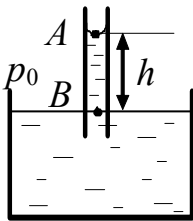

Рисунок 1.1
1.14. Определить высоту поднятия  $h$  воды в вертикальном круглом стеклянном капилляре диаметром  $0,2 \text{ мм}$  (рисунок 1.1). ( $\sigma_{\text{воды}} = 0,073 \text{ Н/м}$ ).